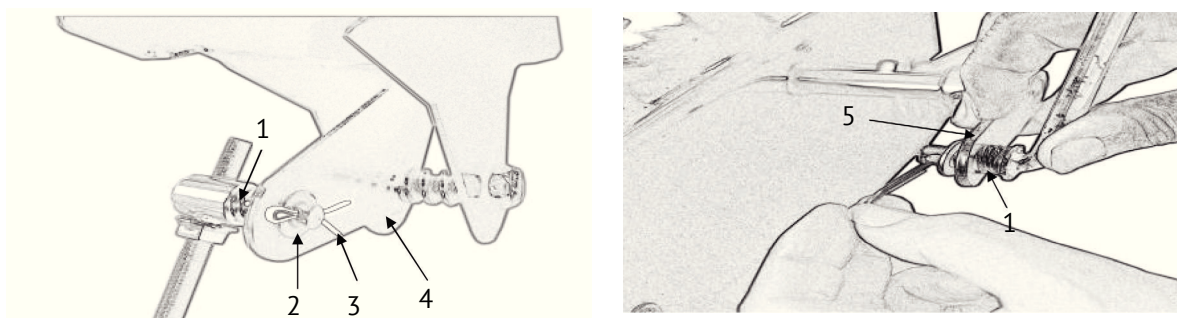

рис. 3
- вставьте верхний конец тяги рычага переключения передач в основание (рис.3 поз.4), между
тягой и основанием не забудьте установить пружину (рис.3 поз.1);
- зафиксируйте верхний конец тяги с обратной стороны основания, с помощью шлинта, предварительно установив шайбу (рис.3 поз. 2,3);
- вставьте штифт в рычаг и тягу и зафиксируйте шлинтом (рис. 3);
- вставьте нижний конец тяги в отверстие нижней планки вала переключения передач (рис.3 поз.5), между тягой и планкой не забудьте установить пружину (рис.3 поз.1);
--зафиксируйте нижний конец тяги с обратной стороны планки, с помощью шлинта, предварительно установив шайбу (рис.3).